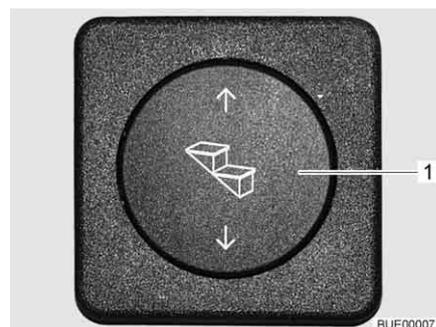

Bild 10 Bedientaster Eintrittstufe
- Wipptaster (Bild 10,1) unten drücken und gedrückt halten (mindestens 3 Sekunden), bis die Eintrittstufe vollständig ausgefahren ist.
- Wipptaster (Bild 10,1) oben drücken, bis die Eintrittstufe vollständig eingefahren ist.